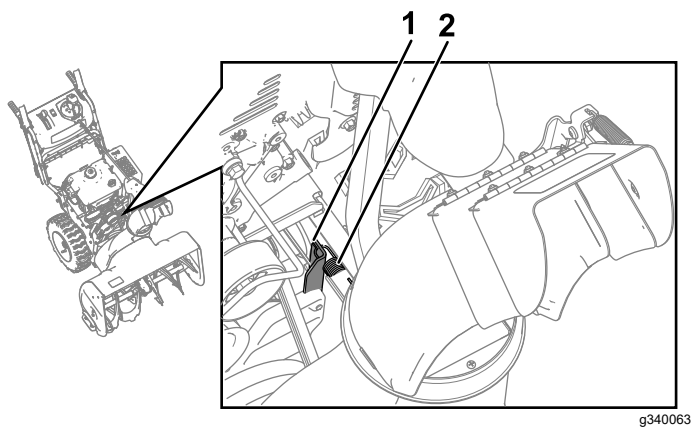

Figur 1
1. Fjern de 2 skruer, der holder remskærmen på plads (Figur 1).
2. Fjern remskærmen (Figur 1).